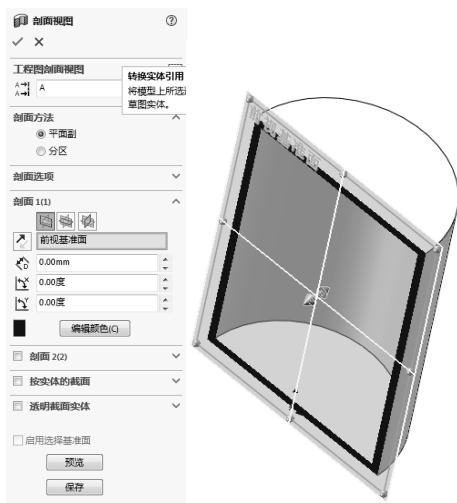

图 8-74 剖面视图
5) 设置剖面图显示。在“前导”工具栏中单击 P （剖面视图）按钮，显示模型剖面视图，如图8-74所示，单击 $\checkmark$ （确定）按钮，退出剖面视图。